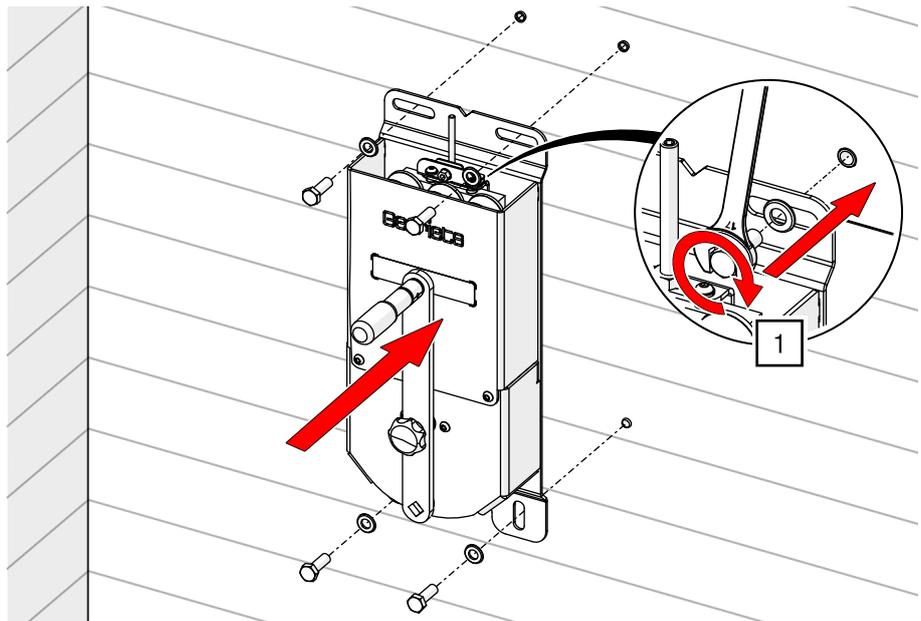

Abb. 112: HAND-DRIVE an Wand verschrauben
1. Verschrauben Sie den Seilantrieb mit dem Untergrund entsprechendem Montagematerial an der Wand (Montage entsprechend Herstellerangaben; Beispiel Betonwand – siehe Abb. 112).